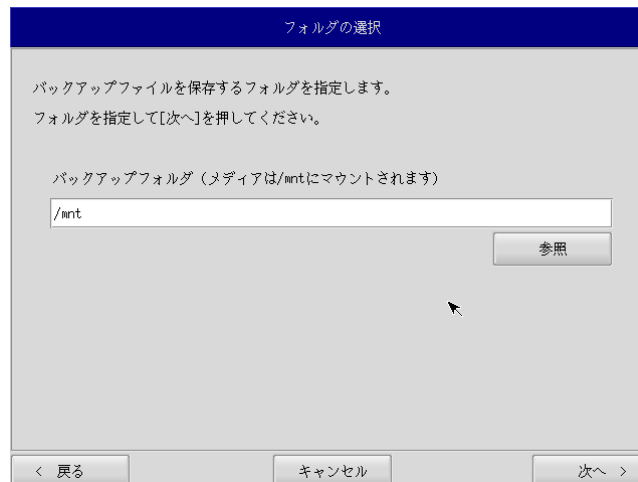

図 5-2-3. フォルダ選択画面
- ⑦ フォルダ選択画面（図 5-2-3）が表示されます。[参照]ボタンを押します。